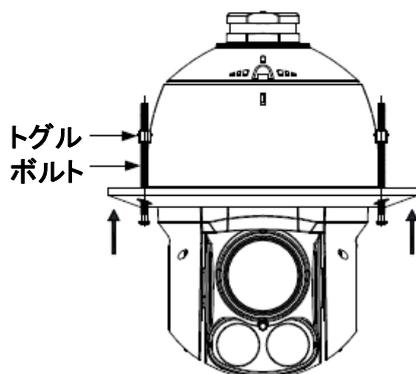

図 2-19 トグルボルトの取り付け
- 4) 図 2-19 に示すように、トグルを再インストールします。